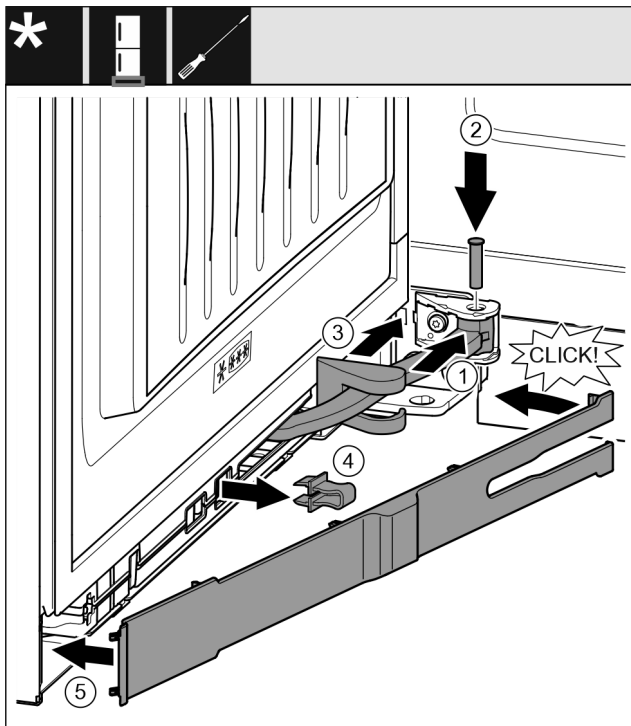

Fig. 47
- ▶ Otočte kloub v závěsu. Fig. 47 (1)
- ▶ Šroubovákem T15 vložte čep do závěsu a kloubu. Přitom dávejte pozor, aby byla zajišťovací vačka správně usazena v drážce. Fig. 47 (2)
- ▶ Posuňte kryt stojanu ložiska podél kloubu a namontujte nad závěsem. Fig. 47 (3)
- ▶ Vytáhněte pojistku. Fig. 47 (4)
- ▶ Nasadte záslepku na straně madla a sklopte. Fig. 47 (5)